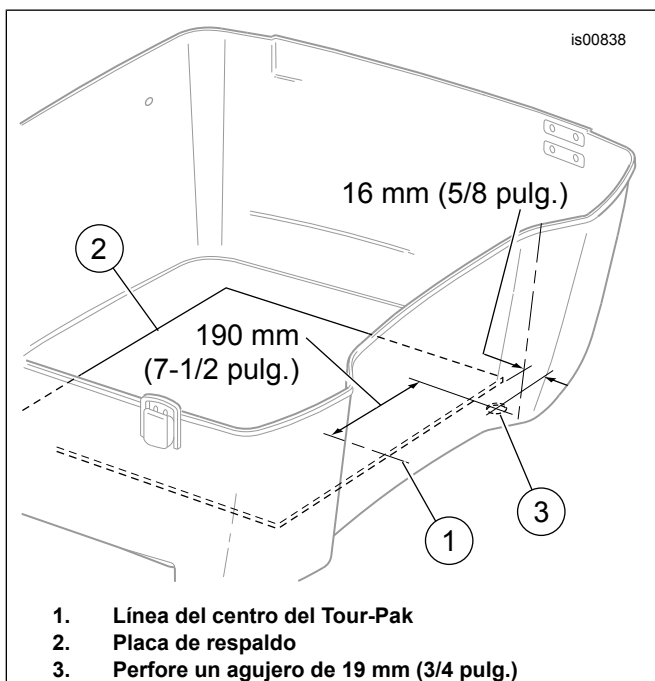

Figura 2. Ubicación de la perforación para el cable de la antena AM/FM (Tour-Pak tipo 1)
- a. Vea la Figura 2. Mida y establezca el centro (1) de la placa de respaldo (2) que cubre el suelo del Tour-Pak.